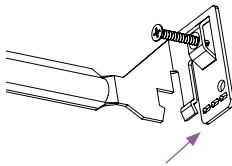

fig. 1 (optionnel)
- Si l'épaisseur du plafond est de 19,05 mm (0,75 po) ou plus : Utilisez des pinces pour casser les languettes situées à l'extrémité des deux barres de fixation (voir la fig. 1).